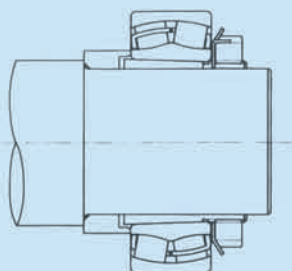
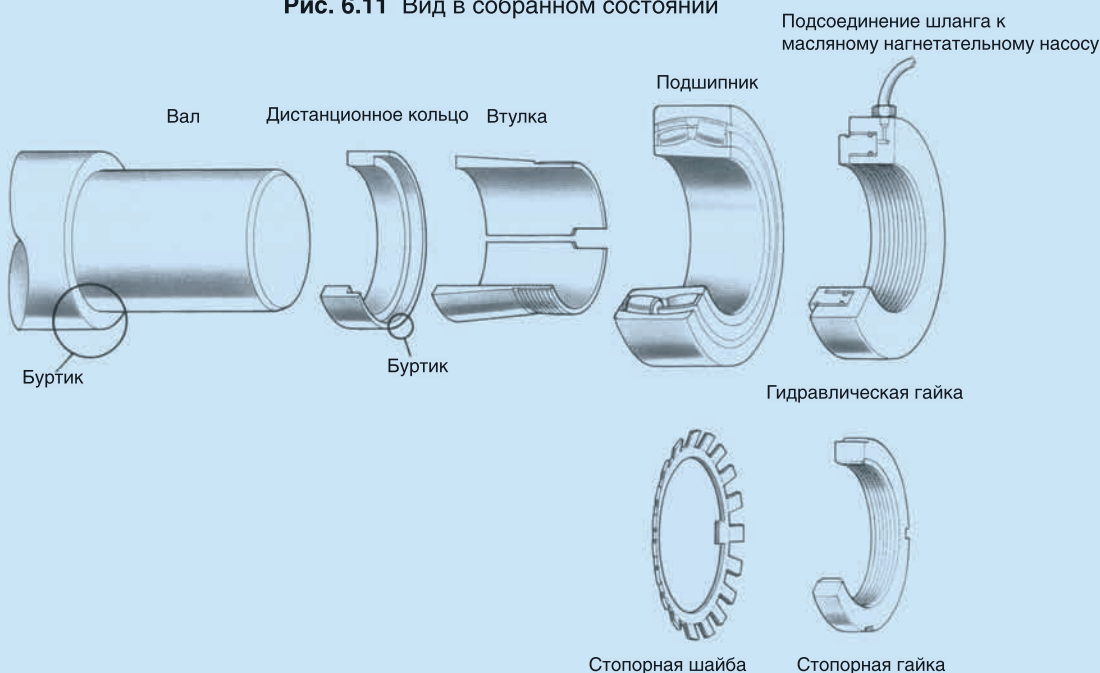

Рис. 6.11 Вид в собранном состоянии
Рис. 6.12 Способ гидравлической гайки
- 2) Способ гидравлической гайки (**рис. 6.11** и **рис. 6.12**)